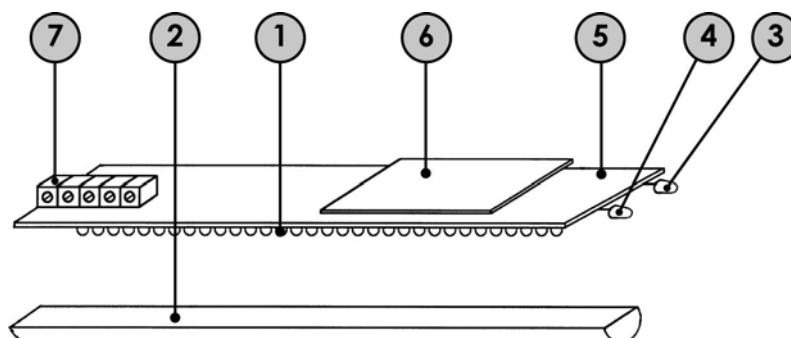

Fig. 3
- Array lineari di fotodiodi con emissione infrarossa su tutta la larghezza del film da ispezionare (Fig. 3 - Rif. 1)
- Lente ottica di focalizzazione (Fig. 3 - Rif. 2)
- 2 LED luminosi [uno VERDE (Fig. 3 - Rif. 3) e uno ROSSO (Fig. 3 - Rif. 4)], posti su fianco laterale dell'illuminatore, che identificano la condizione di funzionamento (NORMALE oppure ANOMALA)
- Circuito PWM per il pilotaggio dei diodi (Fig. 3 - Rif. 5)
- Circuito di allarme per diodo in corto-circuito o diodo aperto sull'array (Fig. 3 - Rif. 6)
- Morsettiera di alimentazione (Fig. 3 - Rif. 7)